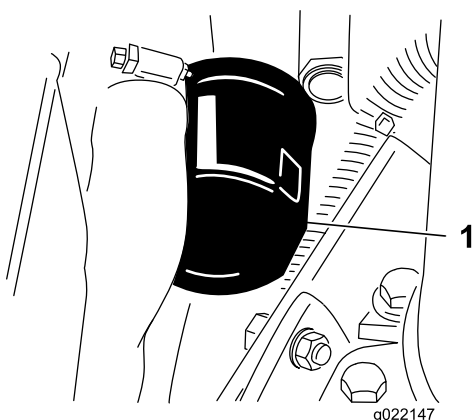

Figure 57
3. Déposez le filtre à huile (Figure 57).